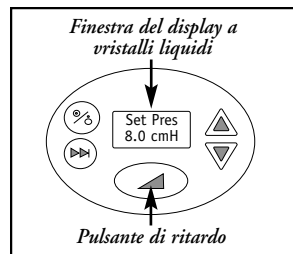

Figura 8
4. Premere il pulsante Ritardo **Figura 8** per avviare il ciclo di ritardo di pressione se prescritto. La pressione diminuirà alla impostazione di Pressione Ritardata e tornerà alla Pressione Impostata prescritta dopo la scadenza del Tempo di Ritardo.
4. Premere il pulsante Ritardo per avviare il ciclo di ritardo di pressione, se prescritto. La pressione diminuirà alla impostazione di Pressione Ritardata e tornerà alla Pressione Impostata prescritta dopo la scadenza del Tempo di Ritardo **Figura 8**.